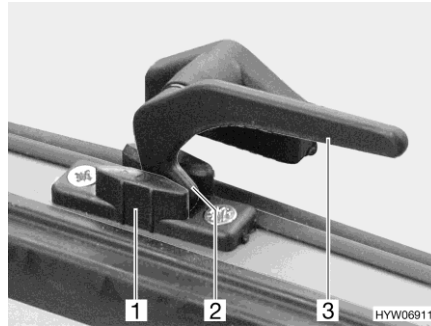

Fig. 26 Palanca de bloqueo (posición de "ventilación continua")
- En la posición "ventilación continua" (Fig. 26)
- Girar todas las palancas de bloqueo (Fig. 26,3) un cuarto de vuelta hacia la mitad de la ventana.
- Girar de nuevo hacia atrás las palancas de bloqueo. El saliente de bloqueo (Fig. 26,2) se ha de introducir para ello siempre en el rebaje del bloqueo de la ventana (Fig. 26,1).